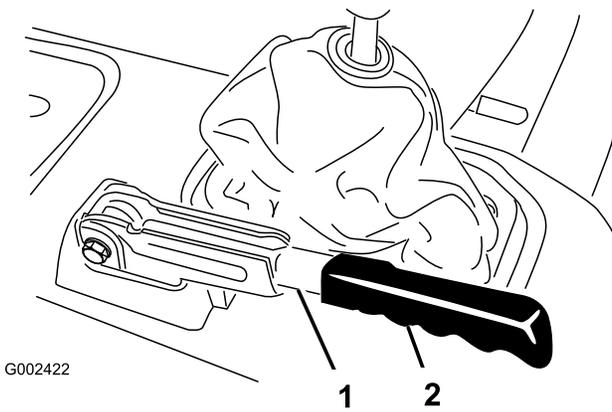

Figure 74
- Enlevez la poignée de caoutchouc du levier de frein de stationnement (Figure 74).